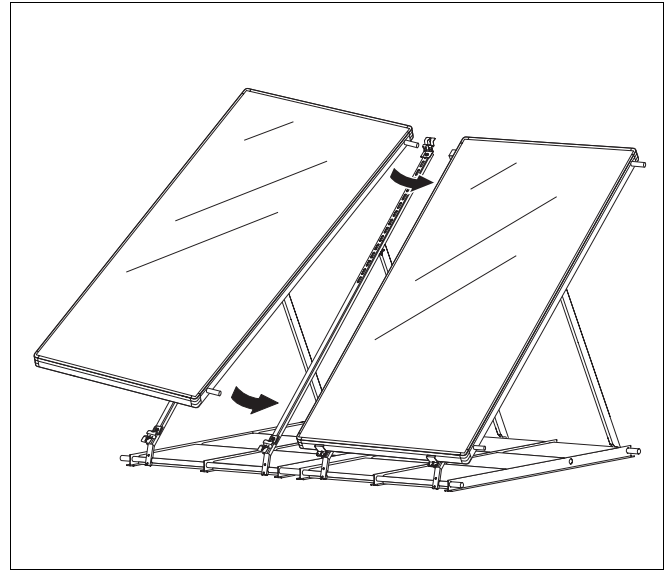

Fig. 39 Colocar el segundo colector, fijar las abrazaderas
- ▶ Al colocar el siguiente colector, acople los tubos solares, montados previamente, a las conexiones del colector instalado (fig. 39).